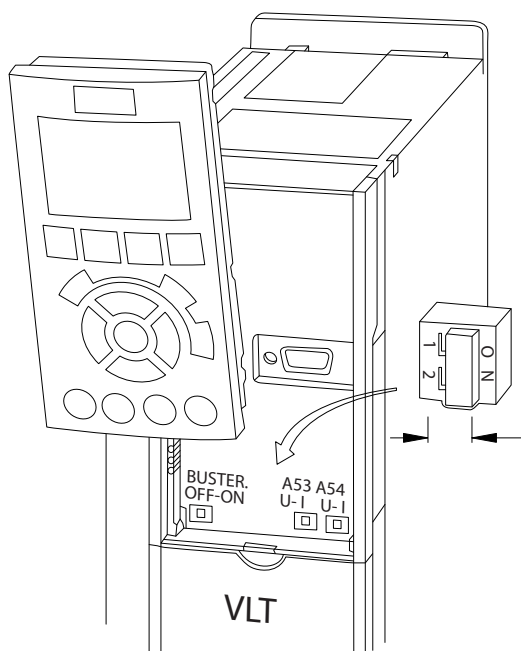

Bild 4.11 Placering av brytarna för plint 53 och 54
1. Ta bort LCP (se *Bild 4.11*).